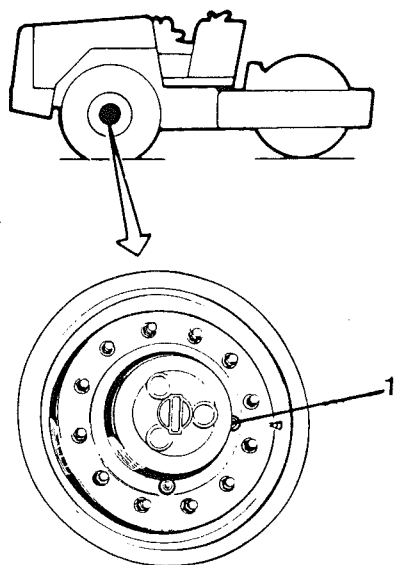

Fig 26 Nivåkontroll
- 1 Kör välten på plant underlag tills oljepluggen på ena planetväxeln kommer i rätt läge, enligt fig 26.